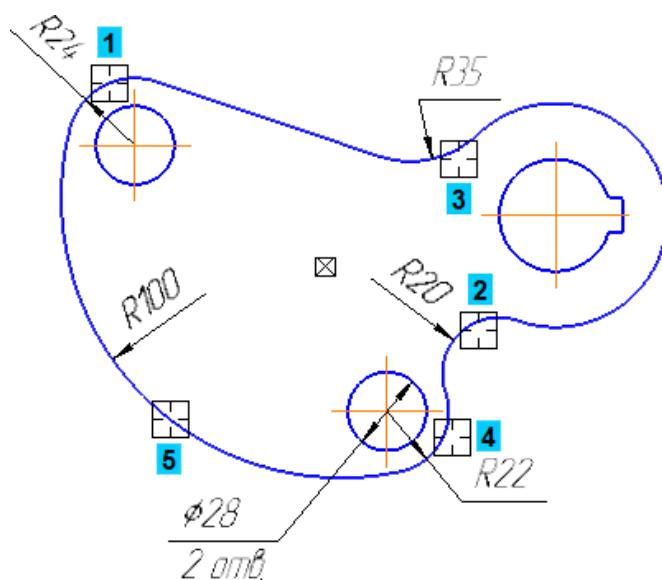

Рисунок 24.
- Если нужно построить размер к дуге большого радиуса, укажите дугу и нажмите кнопку Радиальный размер не от центра в группе Тип на Панели свойств (курсор 5) (рис. 24).